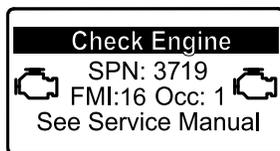

Figura 27
- Si es necesario realizar la regeneración con la máquina aparcada, el InfoCenter muestra la advertencia del motor SPN 3719, FMI 16 (Figura 27) y el ordenador del motor reduce la potencia del motor al 85%.